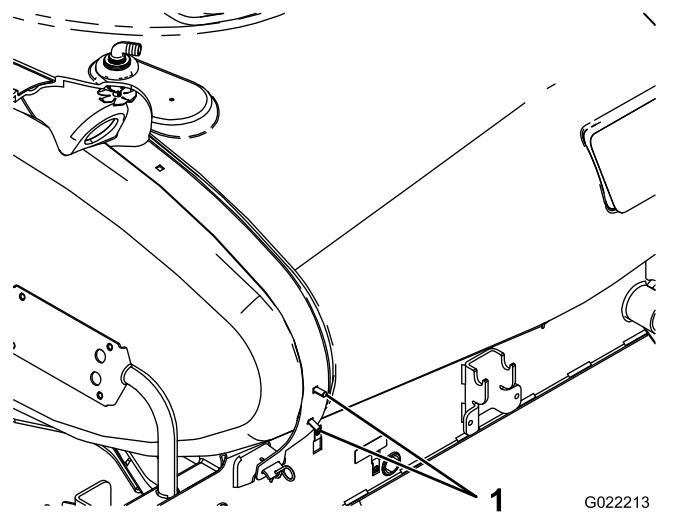

图 7
2. 将 2 个托架螺栓安装到药缸后箍带右侧的下部内侧孔中 图 7。